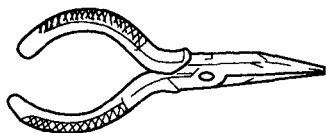

图1-8 尖嘴钳
4. 尖嘴钳 尖嘴钳的头部尖细, 适用于在狭小的工作空间操作。尖嘴钳也有铁柄和绝缘柄两种, 绝缘柄的耐压为500V, 其外形如图1-8所示。尖嘴钳的用途有以下几个方面: